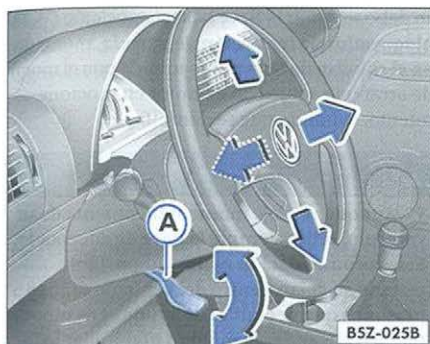

Fig. 103 Ajuste de la columna de dirección
- Accione hacia abajo la palanca ⇒ fig. 103 (A) situada debajo de la columna de dirección ⇒ ⚠.